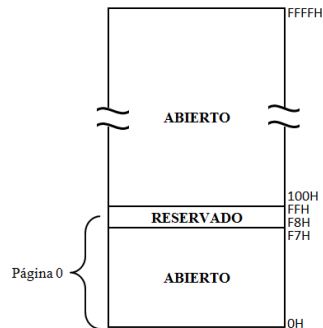

Figura 2.10: Direcciones de Entrada/Salida
- Es un espacio de direcciones separado del espacio de direcciones de memoria (entrada / salida aislada) (Figura 2.10).